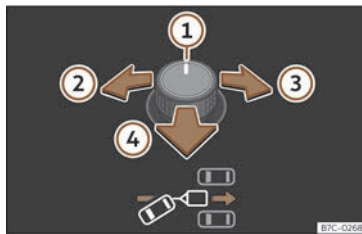
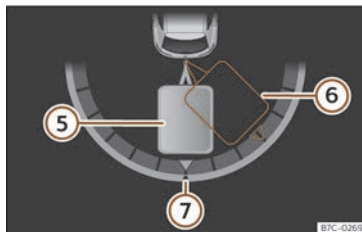

Fig. 157 Mando xiratorio dos retrovisores exteriores: axustar o ángulo do remolque.
Fig. 158 Pantalla do quadro de instrumentos: dar marcha atrás.
Lenda da >>> **fig. 157**, >>> **fig. 158**:
- Bascule o mando xiratorio ata acadar a dirección desexada >>> **fig. 157**. Na pantalla do quadro de instrumentos aparece, a modo de orientación, unha representación do conxunto vehículo tractor e remolque na posición actual >>> **fig. 158**.